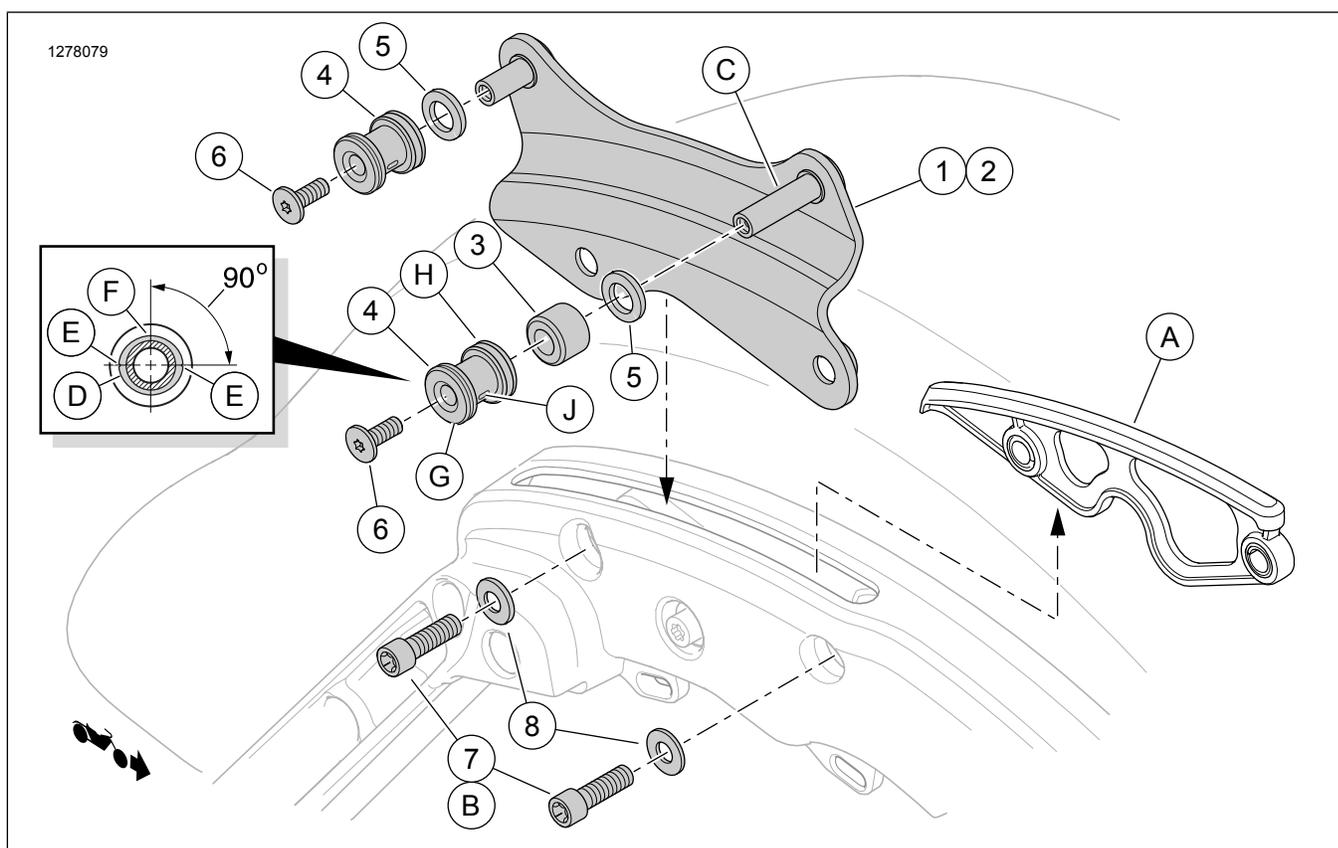
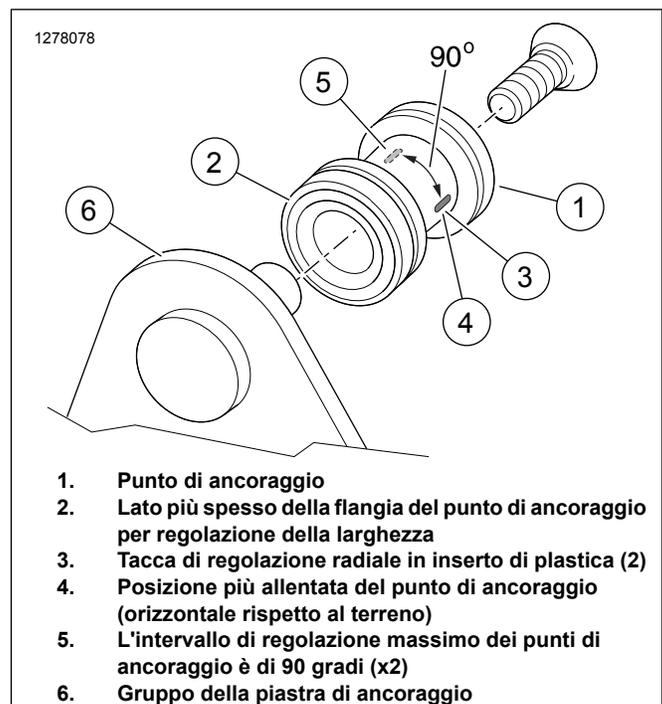

Figura 1. Contenuto del kit: Kit bulloneria di ancoraggio regolabile rimovibile a quattro punti
Figura 2. Installazione del punto di ancoraggio
3. Vedere Figura 1 Rimuovere su ciascun lato due viti (B) dal sostegno della borsa.
4. Sollevare dalle sedi gli inserti (A) coprifessura.
Vedere Figura 1 Non installare adesso i distanziali (5) di regolazione della larghezza.
- a. Inserire un distanziale (3) sul perno lungo (C) di ciascuna piastra di ancoraggio.
- b. Inserire un punto di ancoraggio (4), con la flangia **più spessa** (H) in avanti, su ciascun perno della piastra di ancoraggio.
- c. Inserire le viti (6) nei perni delle piastre di ancoraggio.
- d. Vedere Figura 2 Ruotare ciascun punto di ancoraggio in modo che le tacche siano orizzontali (4).
Vedere Figura 2
- b. Vedere Figura 1 Rimuovere la vite (6) e il punto di ancoraggio (4) dai quattro perni della piastra di ancoraggio.
- d. Applicare 2 o 3 gocce di frenafili alle filettature di ogni vite (6). Installare le viti.
- e. Vedere Figura 2 Ruotare ciascun punto di ancoraggio in modo che le tacche siano orizzontali (4). Serrare a fondo le viti.
- a. Vedere Figura 1 Rimuovere tutti i componenti dai quattro perni della piastra di ancoraggio.
- b. Installare i distanziali di regolazione della larghezza (5) su ciascun punto di ancoraggio.
- c. Installare un distanziale (3) sul perno più lungo (C) di ogni piastra di ancoraggio.
- e. Applicare 2 o 3 gocce di frenafili alle filettature di ogni vite (6). Installare le viti.
- f. Vedere Figura 2 Ruotare ciascun punto di ancoraggio in modo che le tacche siano orizzontali (4). Serrare a fondo le viti.
- a. Allentare le viti (6).
- b. Vedere Figura 2 Ruotare i punti di ancoraggio (1) leggermente in modo che non siano più in posizione orizzontale (4).
- d. Continuare a ruotare leggermente verso la posizione verticale (5) a partire da quella orizzontale (4) fino a ottenere la posizione corretta per ciascun punto.
5. Vedere Figura 1 Fissare le viti del perno della piastra di ancoraggio (6). Serrare.